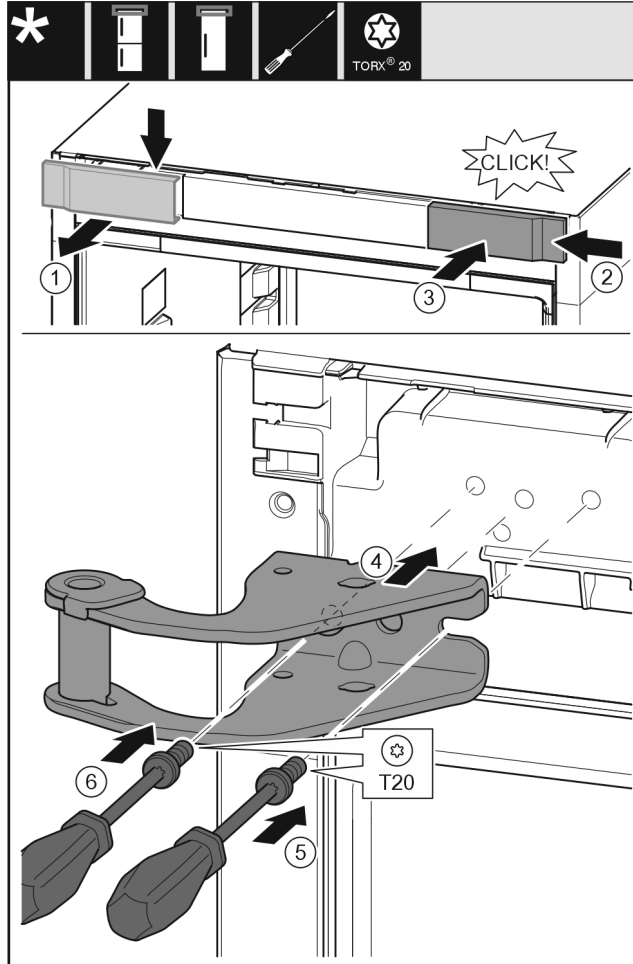

Fig. 10
- Irrota suojus ylöspäin eteen. Fig. 10 (1)
- Ripusta suojus paikoilleen 180° käännettynä toiselle puolelle oikealta. Fig. 10 (2)
- Anna suojuksen lukittua paikoilleen. Fig. 10 (3)
- Aseta ylempi laakeripukki paikoilleen. Fig. 10 (4)
- Aseta ruuvi paikoilleen T20-ruuvimeisselillä ja kiristä se. Fig. 10 (5)
- Aseta ruuvi paikoilleen T20-ruuvimeisselillä ja kiristä se. Fig. 10 (6)